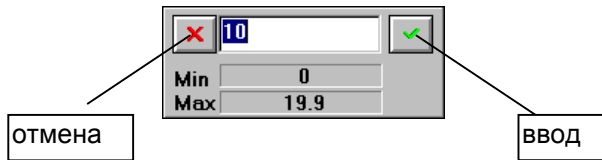

Рис.2
- Установить указатель с помощью «мыши» на значение глубины погружения и нажать на левую клавишу, при этом появляется диалоговое окно (Рис.2),